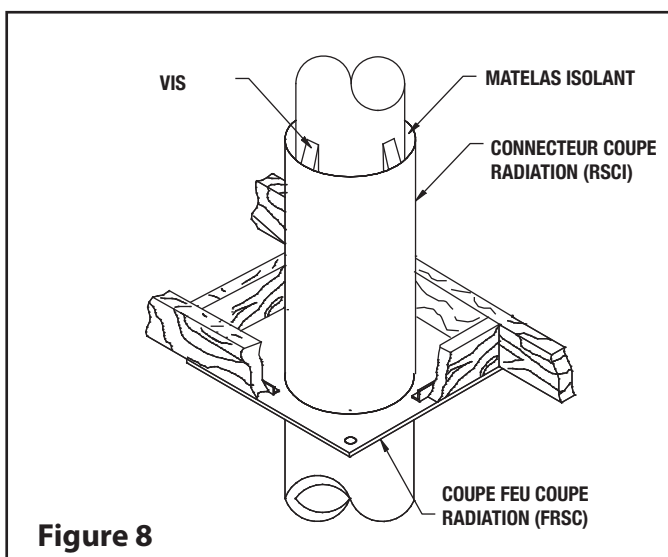

Figure 8
- Au niveau du plafond, installez un connecteur coupe radiation (RSCI) et un coupe feu coupe radiation (FRSC) (voir Figure 8). Faites glisser le connecteur coupe radiation vers le bas jusqu'à ce que la partie inférieure du tuyau isolé traverse le coupe-feu du coupe radiation. Ajustez la hauteur jusqu'à ce qu'un minimum de (1 po) du connecteur du coupe radiation dépasse le coupe-feu en dessous. Attachez-le à la